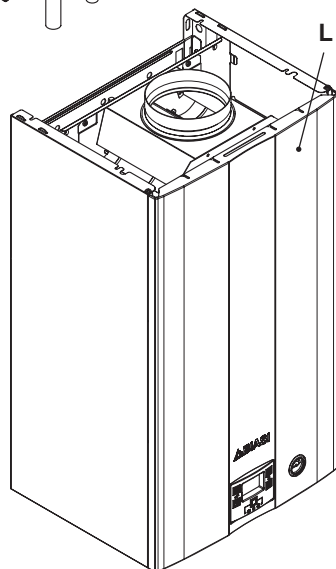

Figura 5.5
- Svitare le viti **K** e rimuovere il pannello frontale **L** tirandolo a sé e quindi spingendolo verso l'alto in modo da liberarlo dalle sedi superiori Figura 5.5.
- Svitare la vite **M** che blocca il pannello comandi (Figura 5.5).